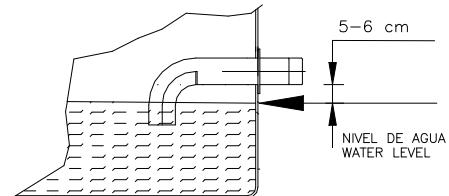

Fig.: 6
Su función es la de reponer intermitentemente el volumen de agua que por efectos de la evaporación se pierde. Su regulación se efectúa girando el flotador hasta conseguir que el cierre completamente cuando el nivel de agua en la balsa se sitúe por la parte inferior del tubo de rebosadero (Ver Fig. 6). Si la válvula no cierra por efectos de desgaste o rotura de la junta de cierre, será necesario sustituirla.
*The float valve's function is to replenish, or make up, from time to time, the volume of water lost through evaporation. It can be regulated by rotating the float until the valve closes completely when the water level in the basin falls below the overflow pipe (See Fig. 6). If the valve fails to close because the seal is worn or broken, it will have to be replaced*